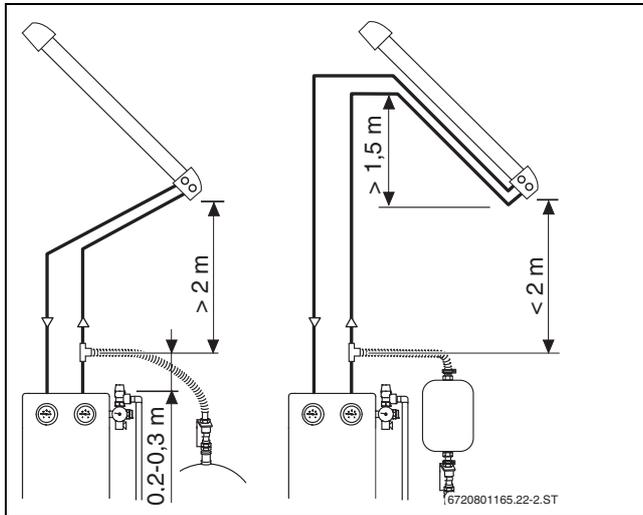

Bild 15 Abstand zum Kollektorfeld (Vakuumröhrenkollektoren)
- ▶ Am Kollektorfeld mit Vorlauf und Rücklauf einen „Leitungssack“ von mindestens 1,5 m Höhe bilden (→ Bild 15).